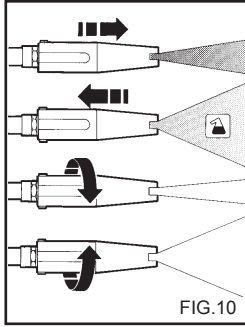

FIG.10
## UTILIZAÇÃO DO BICO REGULÁVEL MULTIREG (fig. 10)
2) Ligue a máquina de lavar, abra a torneira de detergente (se estiver presente), active o comando de sucção do detergente colocado na lança (fig. 10) e espalhe a solução sobre a superfície a lavar de baixo para cima. Deixe agir por alguns minutos.